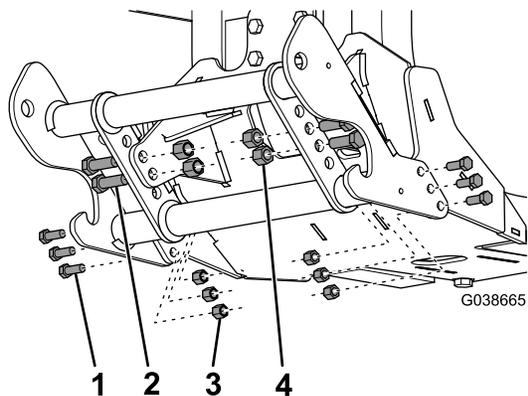

Figure 3
- Fixez la barre de poussée à la plaque de protection du chasse-neige au moyen de 4 boulons courts (1/2 po), 4 écrous (1/2 po), 6 boulons (3/8 po) et 6 écrous (3/8 po), comme montré à la Figure 3.
- Appliquez l'autocollant BOSS sur le tube supérieur de la barre de poussée (Figure 3).